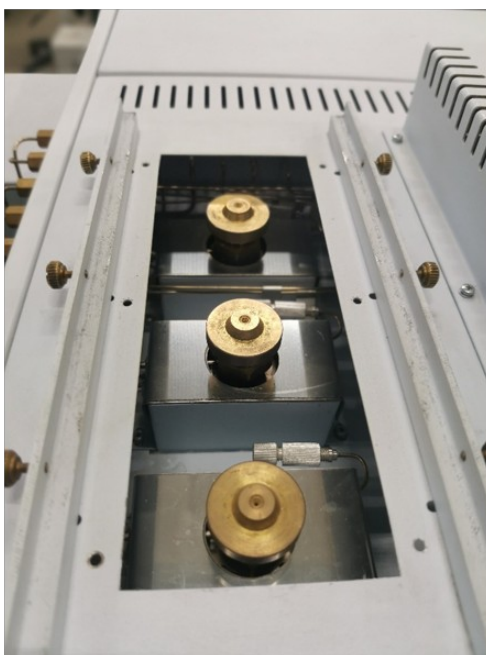

Рис. 4: Испаритель
1. Установите на испаритель латунную верхнюю гайку с направляющей (Рис. 4).